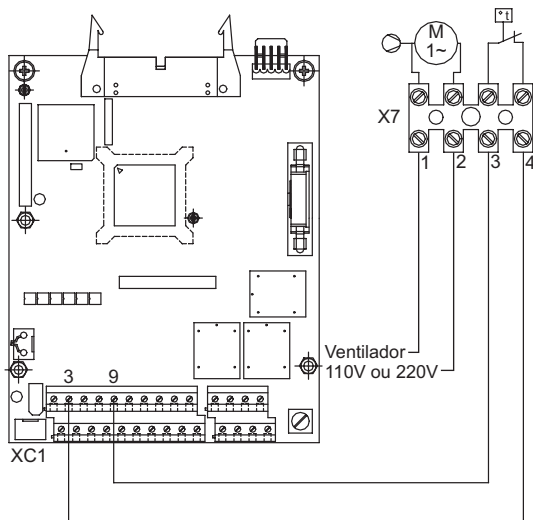

Figura 7: Exemplo de Proteção Térmica
- Passo 3** Alimente o ventilador do módulo de frenagem com a tensão apropriada (110V ou 220V) através dos bornes 1 e 2 de X7 (ver figura 7). A corrente do ventilador é de aproximadamente 0.14 A;
- Passo 8** Os bornes 3 e 4 de X7 são os contatos normalmente fechados de um termostato que deve ser utilizado para proteção térmica do módulo de frenagem. Esta proteção deve ser feita externamente ao módulo (ver figura 7), neste exemplo o relé é conectado a DI3 (bornes 3 e 9 de XC1 do cartão CC9) e o parâmetro P265 é programado como Sem Erro Externo (P265=4).